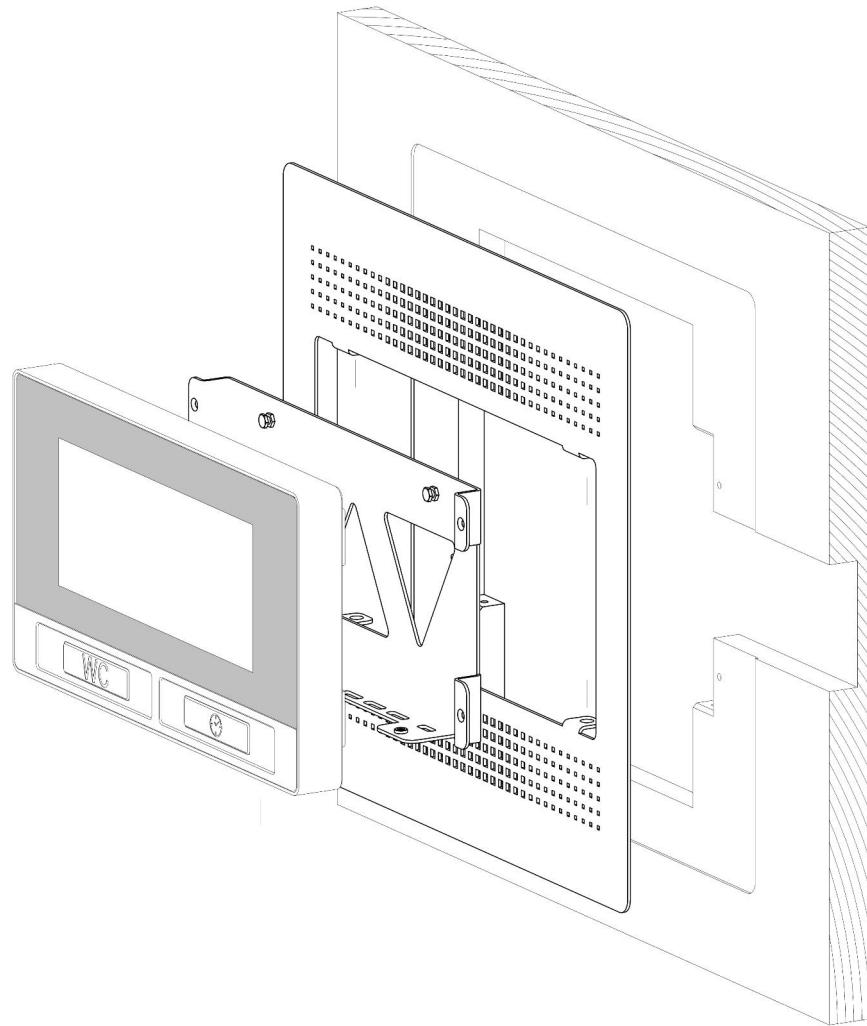

Рис.5 Кожух ПИи АВДБ.741120.046-10. Монтажная схема
4.4.1.1 На штатное место в купе инвалида установить кожух ПИи (см. монтажную схему рис.5) в следующей последовательности: